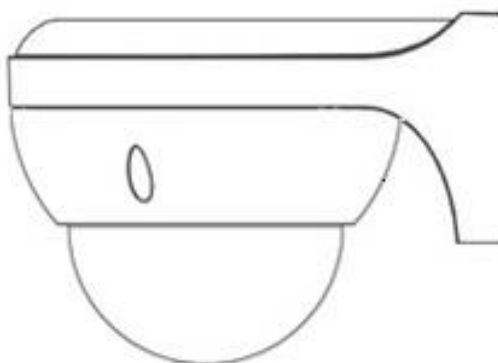

Рисунок 5.6
5.5.10 Прикрепите монтажное основание видеокамеры к кронштейну, наденьте корпус на устройство и закрепите болтами (рис.5.6).